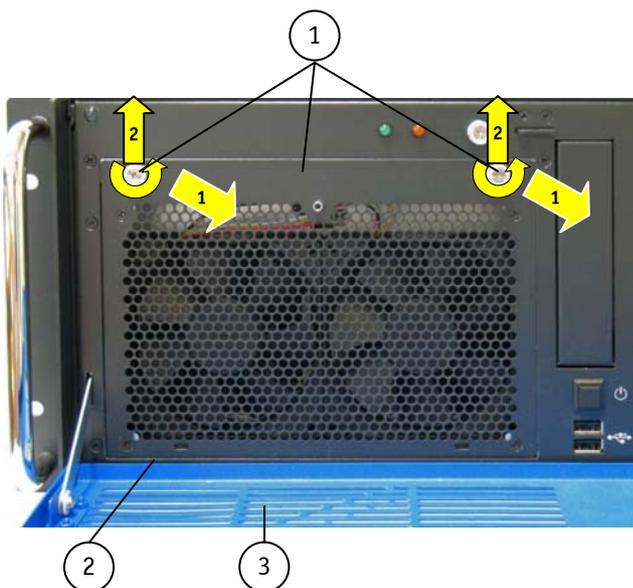
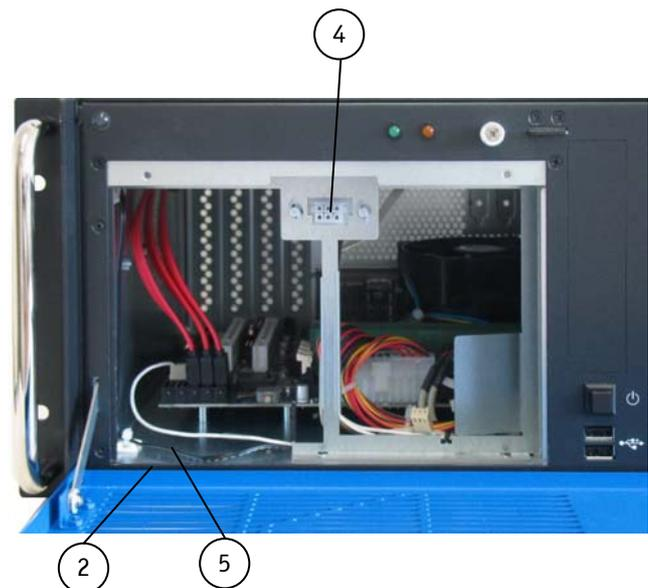
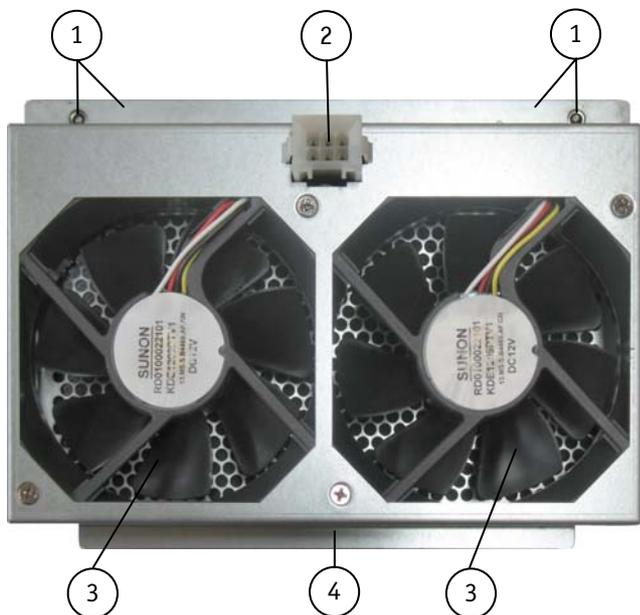
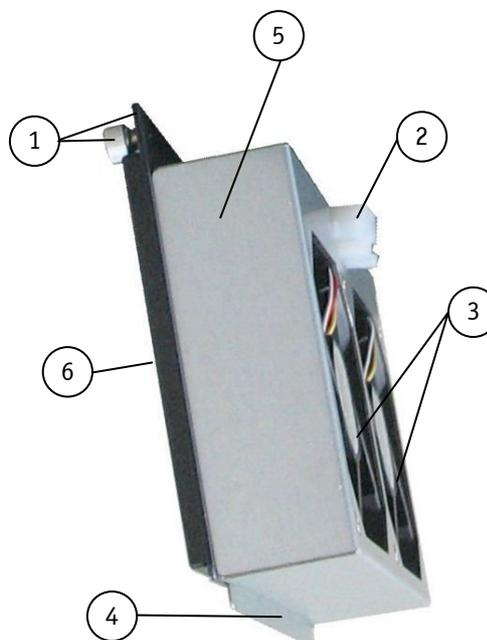

Abb. 40: Detail: Lüftereinschub ohne Filtermattenhalter
Abb. 41: Detail: Lüfterfach (ohne Lüftereinschub)
Abb. 42: Interne Lüftereinschubseite
Abb. 43: Lüftereinschub mit eingesetztem Filtermattenhalter
2. Lösen Sie die zwei Rändelschrauben des Lüftereinschubs (Abb. 40, Pos 1)
3. Ziehen Sie den Lüftereinschub an den Rändelschrauben nach vorne. So trennen Sie den Lüftereinschub von der internen Buchse für Lüftersteuerung (Abb. 41, Pos. 4).
4. Heben Sie in danach nach oben, in Pfeilrichtung (Abb. 40) aus dem Lüfterfach (siehe Abb. 41).
Legende für Abb. 40 und Abb. 41:
6. Montieren Sie den beiseite gelegten Filtermattenhalter (mit Filtermatte) an die Frontseite des Lüftereinschubs, wie im Kapitel 10.1 „Reinigen der Filtermatte“ (Schritt 7 und Schritt 8) beschrieben (siehe auch Abb. 43).
7. Führen Sie die Positionier-Lasche (Abb. 42 und Abb. 43, Pos. 4) in das Lüfterfach (Abb. 41, Pos. 5) hinter die Fixierlasche (Abb. 40 und Abb. 41, Pos. 2) ein.
8. Wenn die Positionier-Lasche (Abb. 42 und Abb. 43, Pos. 4) richtig im Lüfterfach eingeführt ist, schieben Sie auch den oberen Teil des Lüftereinschubs in das Lüfterfach bis zum Anschlag des Steckers (Abb. 42, Pos. 2) und der Buchse (Abb. 41, Pos. 4).